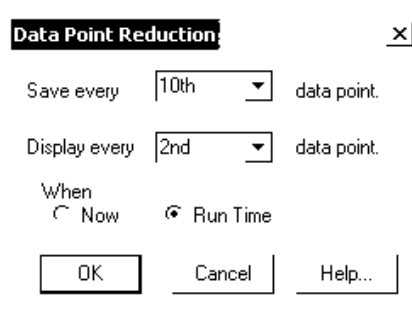

Рис. 4.15. Окно сокращения объема выводимой информации
**Reduce Data Points** — открытие диалогового окна сокращения объема информации, выводимой на графиках и сохраненной в файлах, рис. 4.15;